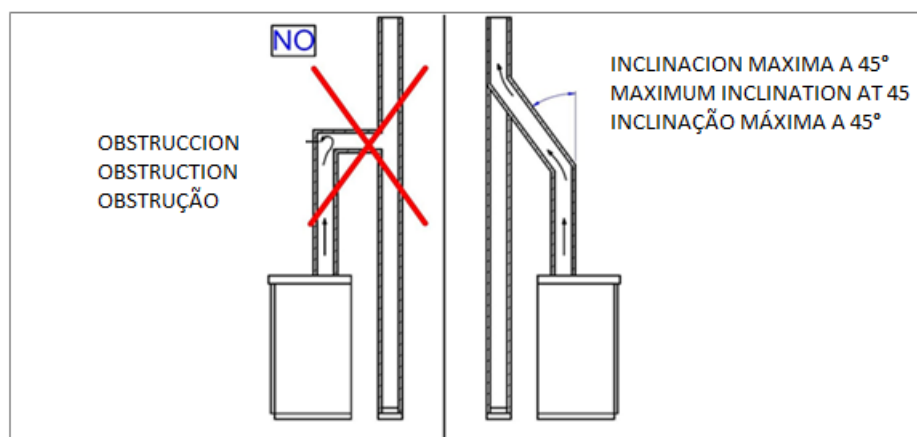

Figura 3
4. No caso da boca da chaminé para uma chaminé existente que não esteja perfeitamente perpendicular à saída de fumos da habitação ou para os casos em que a saída para o exterior se faça pela fachada, a ligação das condutas deve ser feita com a junta inclinada correspondente. A inclinação, em relação à vertical, não pode ultrapassar 45° e não deve sofrer estreitamento (Ver figura 3). Para isso, devem ser utilizadas curvas ou cotovelos aprovados de 45°. Além disso, é necessário que a referida curva seja utilizada a partir de um comprimento mínimo de 2 m da saída de fumos da cozinha.